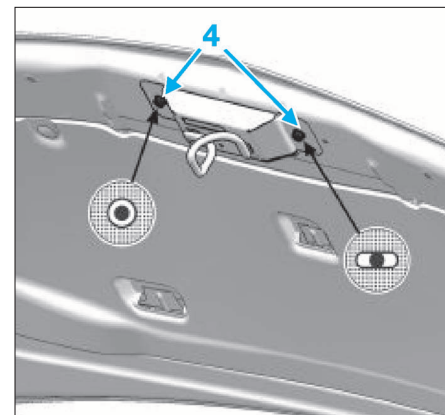

FIG. 21
- Déposer (Fig.21) :
- les vis (4) de fixation de gâche de capot,